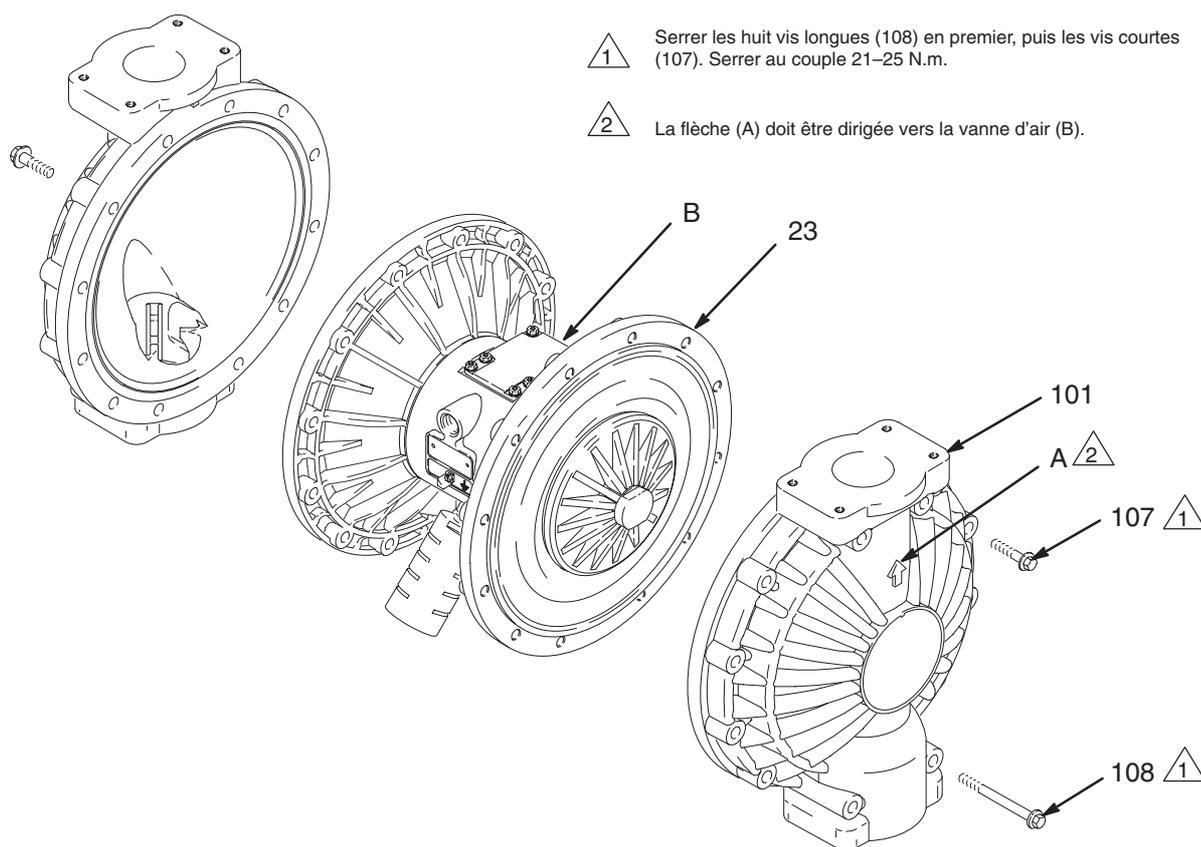

Fig. 12
3. À l'aide de clés à pipe de 13 mm, retirer les vis (107 et 108) maintenant les carters produit (101) aux capots de la vanne d'air (23). Retirer les carters produit (101) de la pompe. Voir Fig. 12.
4. Enduire le filetage des plaques côté produit (105) de Loctite® moyenne force (bleu) ou d'un produit équivalent. Maintenir l'une des plaques extérieures (105) à l'aide d'une clé et serrer l'autre plaque extérieure entre 27 et 34 N.m à 100 tr/mn maximum. Ne pas serrer trop fort.
5. Aligner les carters produit (101) avec corps principal (1) de sorte que les flèches (A) sur les carters soient dirigées dans le même sens que la vanne d'air (B). Serrer solidement les capots avec les vis (107 et 108). Placer les vis plus longues (108) dans les trous pratiqués en haut et en bas des carters produit. Voir Fig. 12.
6. Serrer d'abord les vis les plus longues (108) en diagonale et régulièrement au couple 21–25 N.m, à l'aide d'une clé à pipe de 13 mm. Visser ensuite les vis plus courtes (107), avec cette même clé.